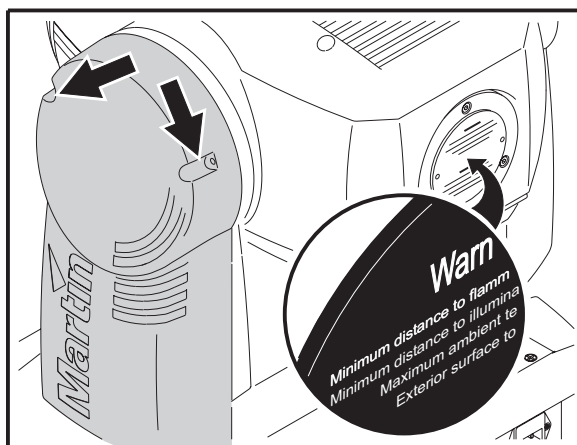

Figure 13: Identification et démontage du capot du bras gauche
2. Démontez le capot du bras gauche (voir Figure 13) pour accéder à la carte mère.